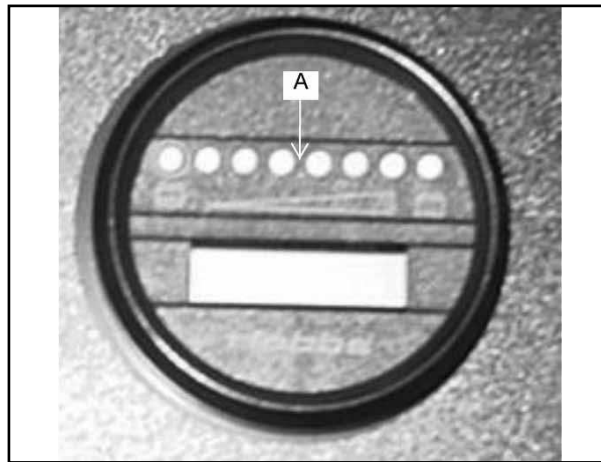

FIGURA 11
El interruptor de avance/marcha atrás (B) está situado en la consola del operador, como se muestra en la figura 11. Si se presiona la mitad superior del interruptor de avance/marcha atrás, la máquina avanza al presionar el acelerador de pedal. Si se presiona la mitad inferior del interruptor de avance/marcha atrás, la máquina va marcha atrás al presionar el acelerador de pedal.